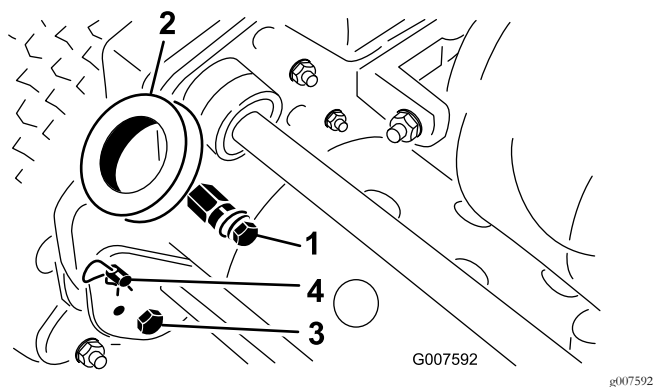

Figura 2
1. Togliete i bulloni, i dadi di bloccaggio e le rondelle che fissano la base dei bracci della stegola su ciascun lato della macchina (Figura 2).
2. Togliete le cinghie a forcina ed i perni ad anello che fissano i bracci della stegola sul retro dell'intelaiatura (Figura 2).
3. Inserite le estremità della stegola nei fori dei bracci della stegola, ed allineate i fori con i perni di montaggio (Figura 2).
1. Togliete le coppiglie a forcina dai perni ad anello situati su ciascun lato della macchina (Figura 2).
2. Sostenete la stegola e togliete i perni ad anello da ciascun lato, quindi alzate o abbassate la stegola nella posizione di servizio desiderata (Figura 2).